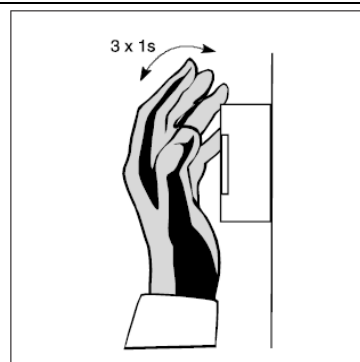

Bild 26
1. Zur Aktivierung der Teach-Funktion, decken Sie den Automatik-Schalter Universal innerhalb von 9 s mindestens 3 mal kurz (ca. 1 s) vollständig ab (Bild 26).